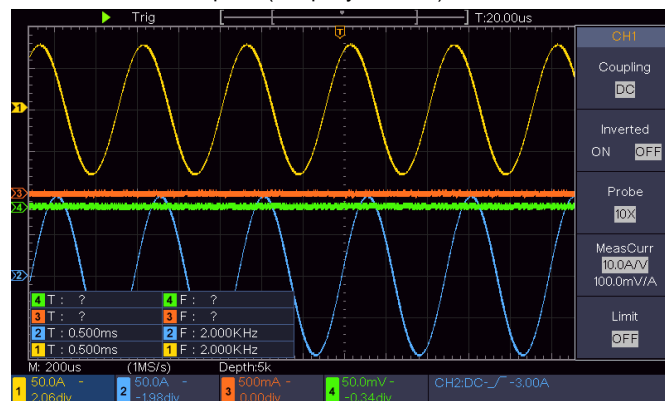

Рисунок 4.12. Автоматические измерения
6. В правом меню выберите **Add**. Автоматически измеренная частота добавлена на экран. Измеренные значения будут автоматически отображаться в левой нижней части экрана (см. рисунок 4.12).